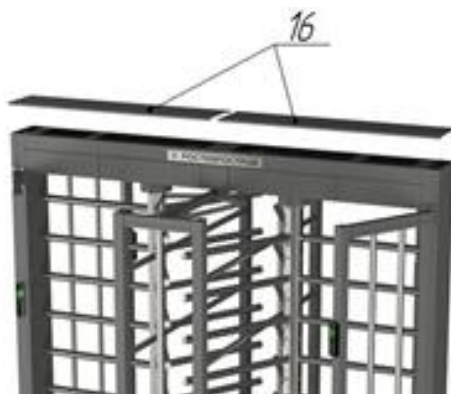

Рис. 7
6.2.5. Окончательная сборка (рис. 7, 8):